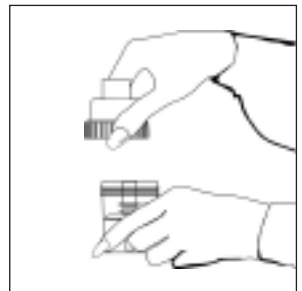

Figure 5
6. Assembler les pièces nettoyées du nébuliseur en mettant le déflecteur dans la chambre de médication. Ajouter les médicaments prescrits à la chambre de médication (**Figure 4**). Visser le couvercle du nébuliseur, tout en maintenant la chambre fixe (**Figure 5**).